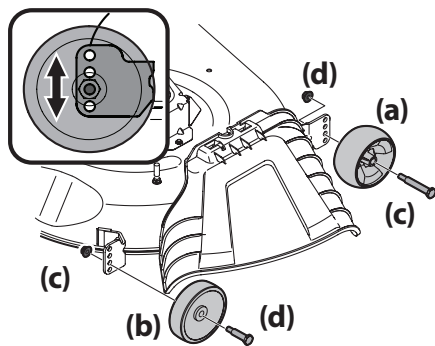

Figure 10
- b. Retirez les écrous autobloquants (c) et les boulons à épaulement (d) qui fixent les roues au plateau de coupe, puis enlevez les roues avant (a) et arrière (b). Voir Figure 10.